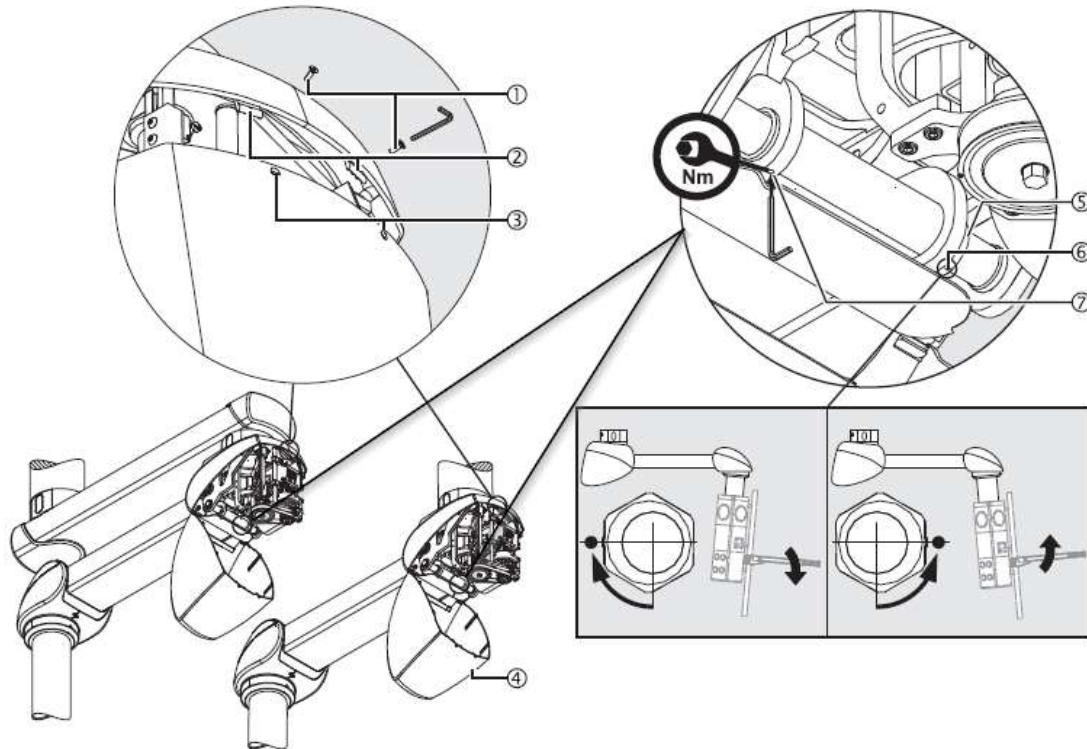

Abb.12 Einstellung der Tragkraft des Motorarms und Verschließen der hinteren unteren Abdeckung
- Lösen Sie die M4-Gewindestift-Schraube ⑦ – DIN 914 mit dem Inbusschlüssel.
- Setzen Sie den Schraubenschlüssel auf den Sechskantbolzen ⑤.
- Die Anzeigeschraube ⑥ zeigt nach unten (diese Schraube nicht lösen).
- Um die Ablage aus dem Beispiel in Abbildung 12 abzusenken, drehen Sie den Sechskantbolzen ⑤ so, dass die Anzeigeschraube ⑥ nach vorne (zu Ihnen) zeigt. Siehe Abb. 12 Detailansicht, unten rechts.
- Um die Ablage aus dem Beispiel in Abbildung 12 anzuheben, drehen Sie den Sechskantbolzen ⑤ so, dass die Anzeigeschraube ⑥ nach hinten (von Ihnen weg) zeigt. Siehe Abb. 12 Detailansicht, unten rechts.
- Ziehen Sie die Gewindestiftmutter M4 ⑦ – DIN 914 fest.